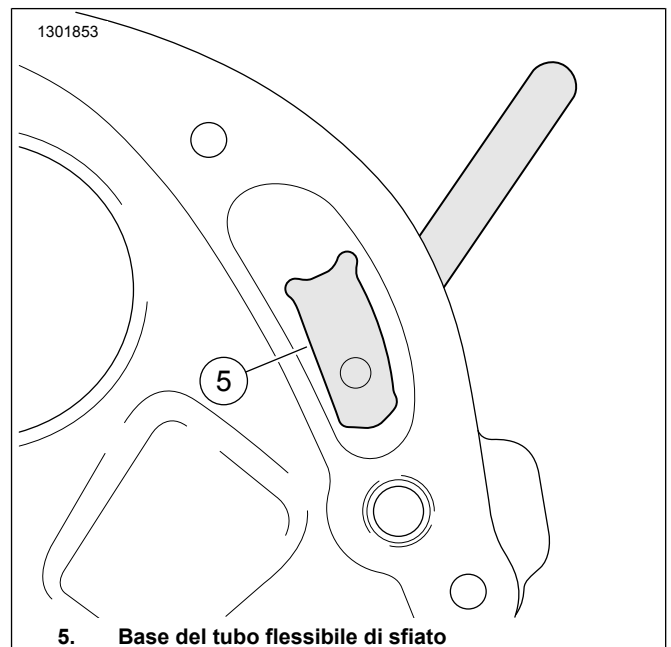

Figura 4. Posizione del tubo flessibile di sfiato
- a. Vedere Figura 4 La base del tubo flessibile di sfiato (5) deve essere correttamente allineata nella cavità del carter.